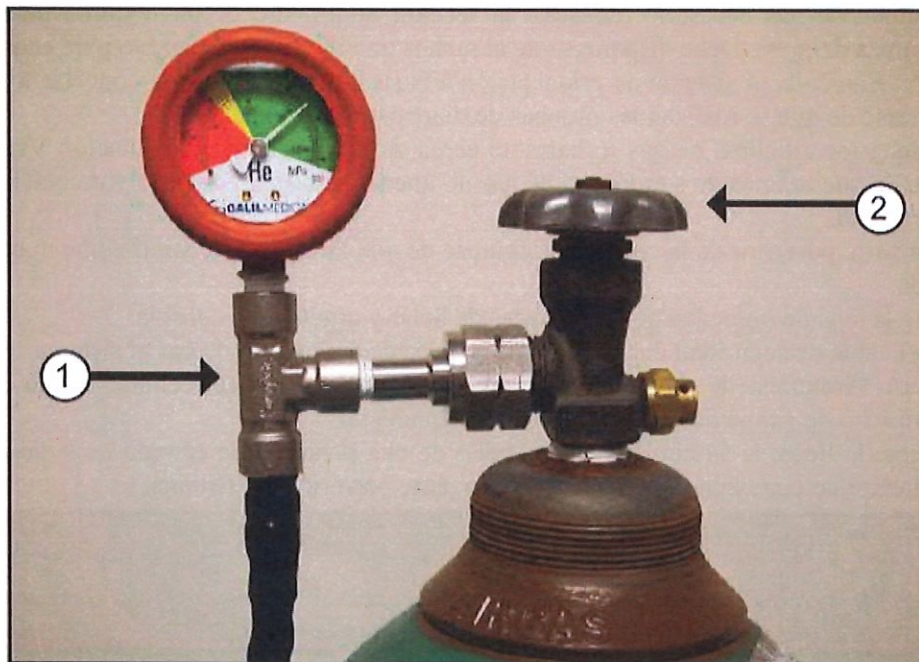

Figura 11. Preparación del cilindro de gas
7. Para conectar la línea de suministro de gas helio de alta presión al cilindro de helio, fije el adaptador del conjunto de manómetro en la conexión del cilindro (Figura 11).